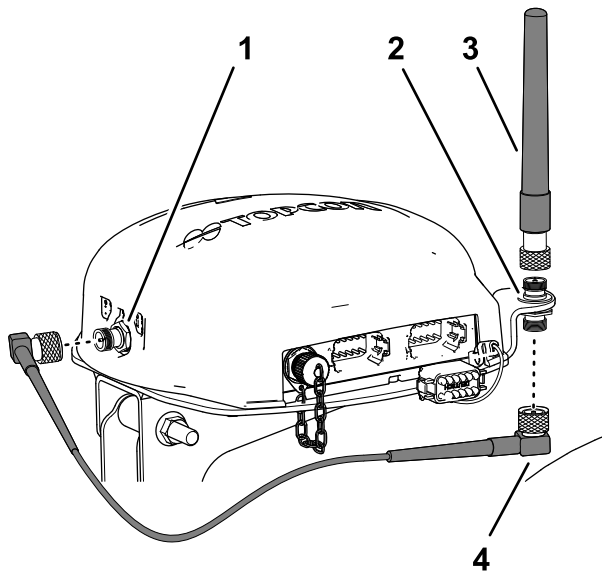

図 158
3. 同軸カップラの上側フィッティングに RTK アンテナを組み付け、アンテナに付いているナットを手締めする 図 158。
4. 同軸カップラの下側フィッティングにアンテナ線を仮留めする 図 158。
5. ケーブルを、ナビゲーション受信機の後ろを通して、CDMA または GSM 携帯電話用モデムの同軸コネクタまで導く 図 158。
6. アンテナ線を、同軸コネクタCDMA または GSM 携帯電話用モデムに接続する 図 158。